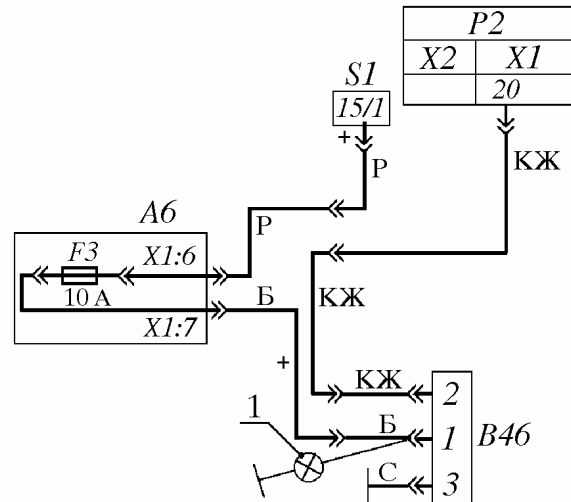

Рис. 5. Схема проверки электрической цепи датчика скорости:
4.3.2. Осмотреть состояние проводов от замка зажигания к комбинации приборов (см. схему на рис. 5).
4.3.4. Проверить с помощью автоиндикатора на обрыв и короткое замыкание электрическую цепь от контакта 2 (см. рис. 5) датчика скорости В46 до контакта 20 разъема Х1 соединительной колодки комбинации приборов Р2.